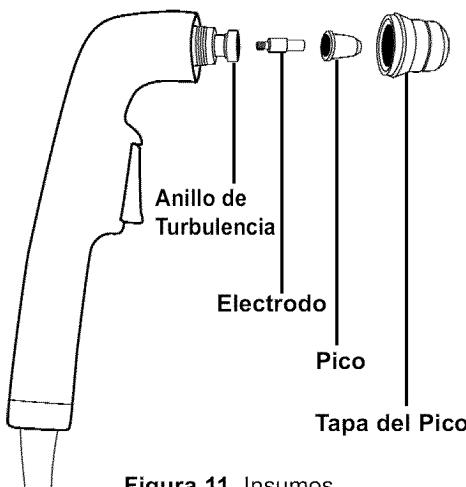

Figura 11. Insumos
4. Vuelva a colocar la tapa de la punta ajustándola firmemente en el sentido de las agujas del reloj (ver Figura 11).
6. Vuelva a colocar la tapa de la punta ajustándola firmemente en el sentido de las agujas del reloj (ver Figura 11).